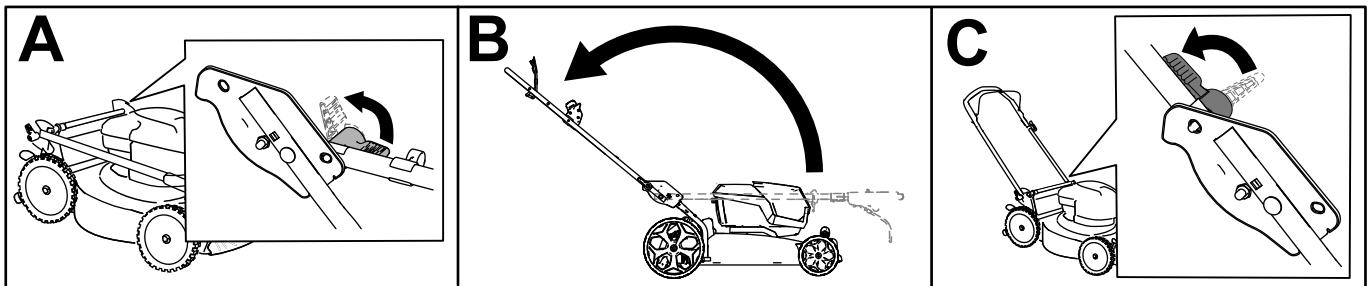

Figura 4
1. Abra las palancas de bloqueo del manillar (Figura 4, A).
2. Mueva el manillar hacia atrás a la posición de uso (Figura 4, B).
4. Mueva la palanca de bloqueo del manillar hasta que el pasador se enganche en su sitio, para bloquear el manillar en la posición de uso (Figura 4, C).